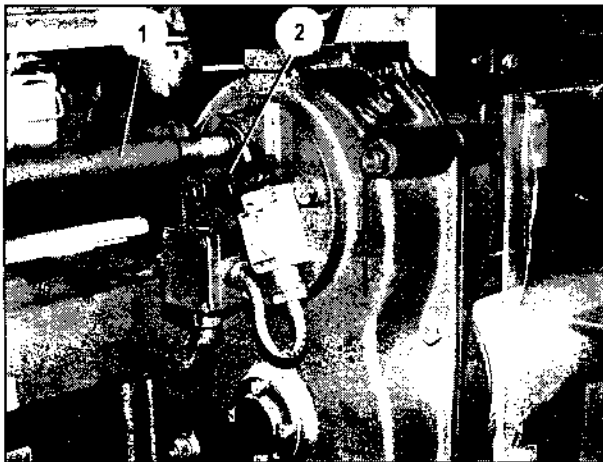

Bild 122
2. Riegel (Bild 122/2) vor der Öffnung für die Handkurbel nach unten drücken und Handkurbel (Bild 122/1) bis zum Anschlag einschieben.